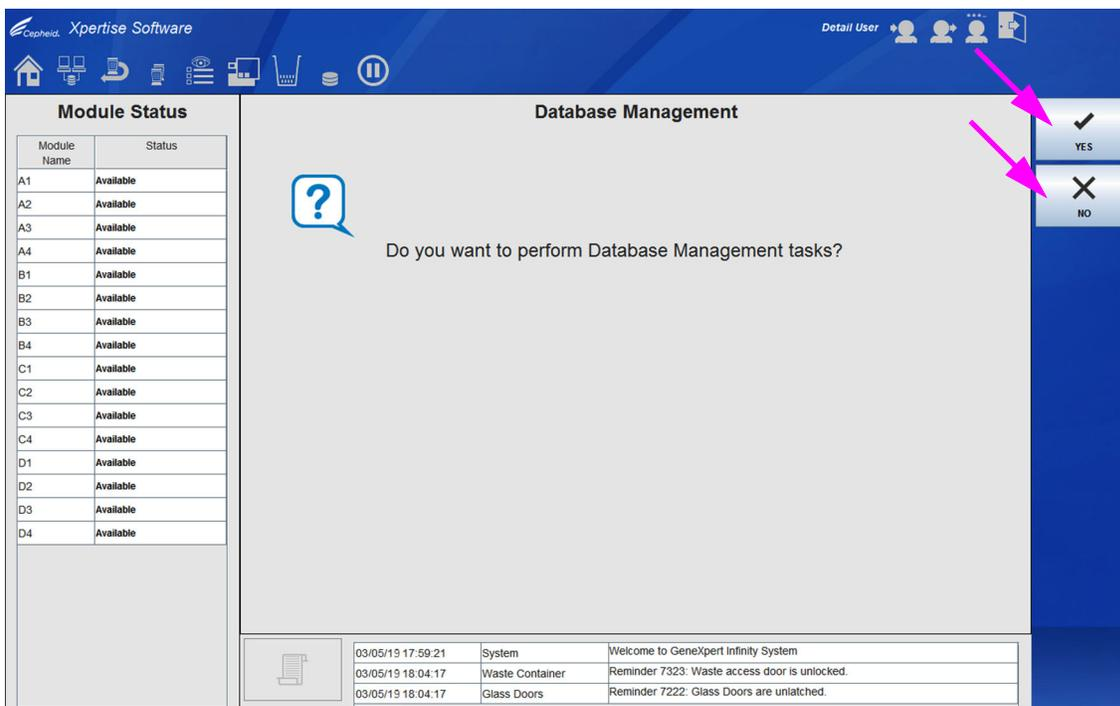
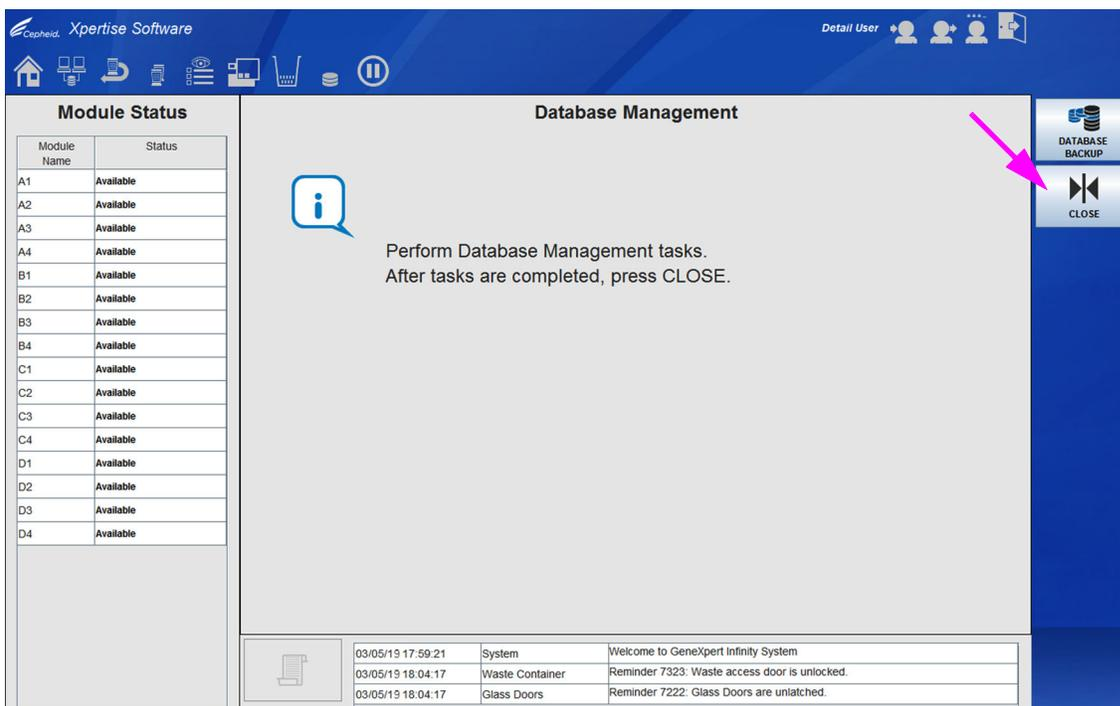
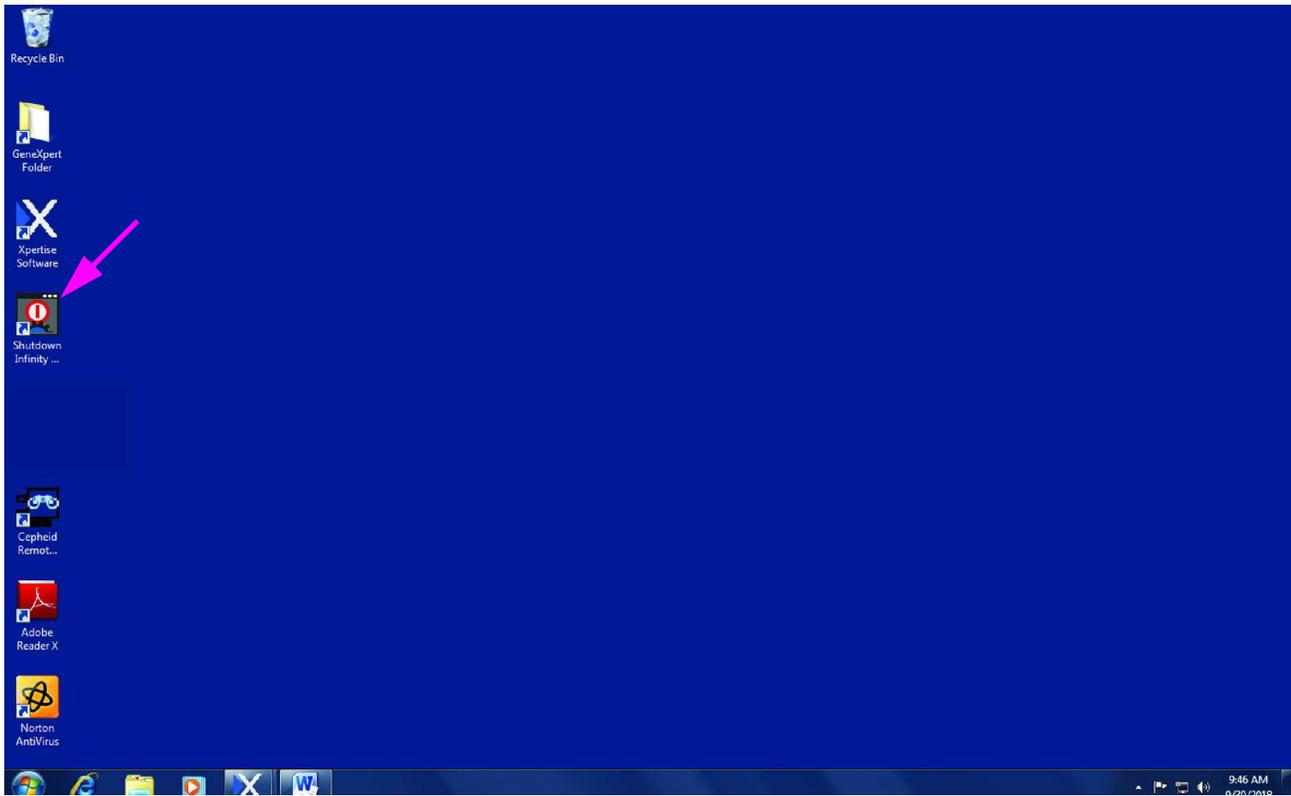
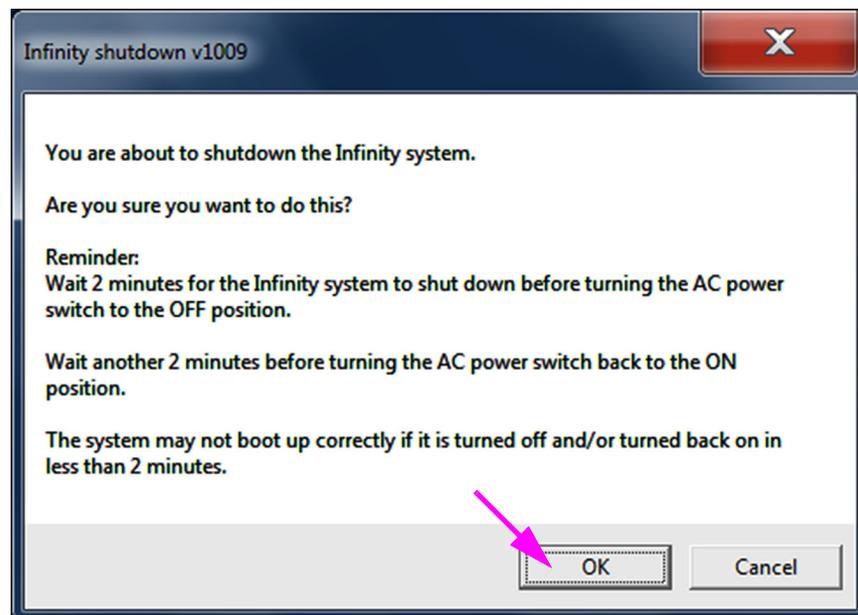

图 5-22. 数据库管理 (Database Management) 工作区
图 5-23. 数据库管理 (Database Management) 工作区
图 5-24. 显示关闭 (Shutdown Infinity) 图标的桌面
图 5-25. Infinity 关机确认对话框
- 如果没有勾选系统配置常规 (System Configuration General) 工作区中的**数据库管理提醒 (Database Management Reminders)** 框（请参见图 2-25），将不显示数据库管理 (Database Management) 工作区（请参见图 5-22）且不需要执行关于数据库的任何操作。将退出 Xpertise 软件，然后显示 Windows 桌面。
- 如果勾选了系统配置常规 (System Configuration General) 工作区中的**数据库管理提醒 (Database Management Reminders)**（请参见图 2-25），将显示数据库管理 (Database Management) 工作区（请参见图 5-22）并询问您是否想执行数据库管理任务。
- 如果您在数据库管理 (Database Management) 工作区中选择**否 (NO)**（请参见图 5-22），将退出 Xpertise 软件，然后显示 Windows 桌面。
- 如果在数据库管理 (Database Management) 工作区中选择了**是 (YES)**（请参见图 5-22），将要求您选择要执行的任务（请参见图 5-23）。
根据用户的权限，数据库管理 (Database Management) 工作区中可能还有其他选项。请参见图 5-23。
3. 遵循工作区中的指示（请参见图 5-23）并选择**数据库备份 (DATABASE BACKUP)** 按钮。请参见第 5.7 节，**管理测试结果数据**，了解执行所需数据库管理任务的详细指示。
4. 完成数据库管理任务后，将显示确认工作区。选择**确定 (OK)** 按钮关闭确认工作区。
5. 选择**关闭 (CLOSE)** 按钮（请参见图 5-23）以退出 Xpertise 软件。将显示 Windows 桌面。请参见图 5-24。
6. 双击自助服务终端计算机桌面上的**关闭 (Shutdown Infinity)** 图标。请参见图 5-24。出现 Infinity 关闭确认对话框。请参见图 5-25。
7. 选择**确定 (OK)** 按钮。请参见图 5-25。